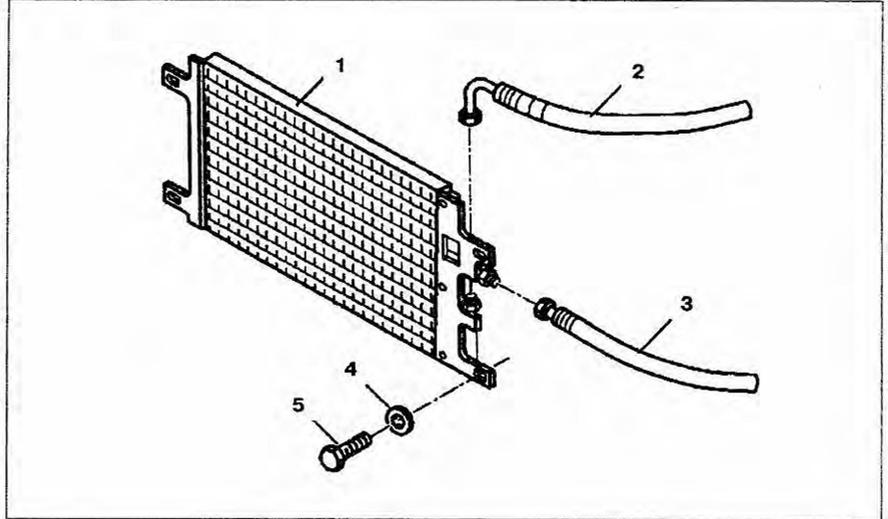

Рис. 8.17. Конденсатор кондиционера:
2. Снимите крышку **1** (рис. 8.17).